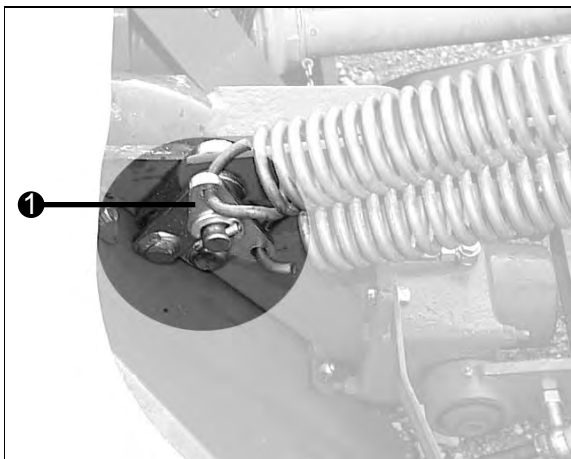
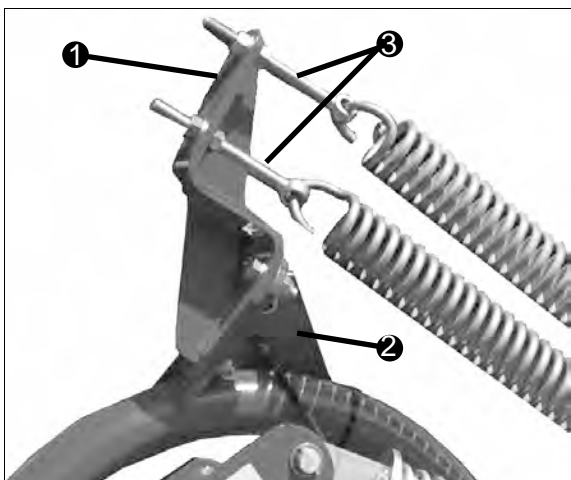

Fig. 10 Montar el saliente de enganchar
Fig. 11 Montar el soporte para muelles
- Monte el soporte para muelles suministrado (1) con los tornillos (m) en el cabezal de tres puntos (2).
- Atornille las dos armellas (3) en el soporte para muelles (1).
- Cuelgue el muelle de tracción superior en una de las armellas (Fig. 11) y el saliente de enganchar (Fig. 10).